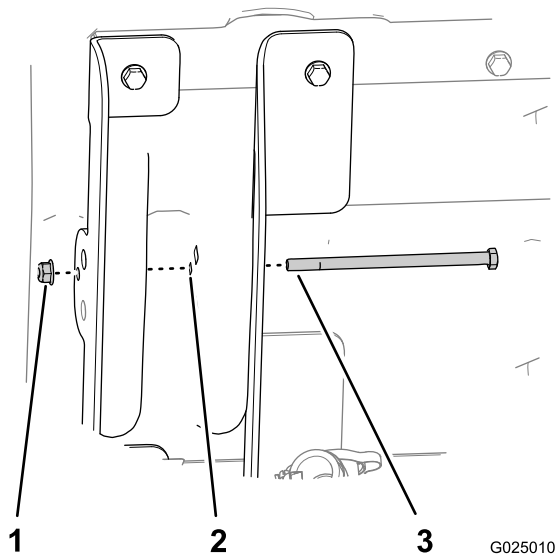

Figura 6
6. Insira o parafuso de cabeça sextavada (5/16 x 5-1/2 pol.) através do pequeno furo no suporte interior da caixa (flanges compridas), estrutura da caixa e o suporte exterior da caixa (flanges curtas) como se mostra em Figura 6.
7. Prenda o parafuso com a porca flangeada (5/16 pol.) à mão (Figura 6).
9. Aperte a porca flangeada que prende o parafuso (5/16 pol.) até que fique fixa (Figura 6).